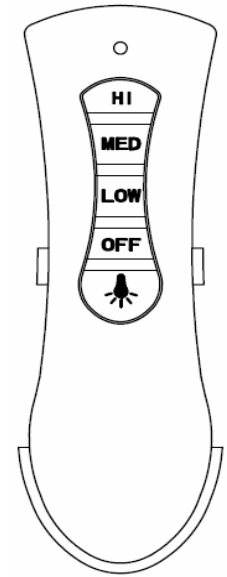

Abb. 15b
3. Legen Sie die Fernbedienung in die Halterung. (Abb. 15b)